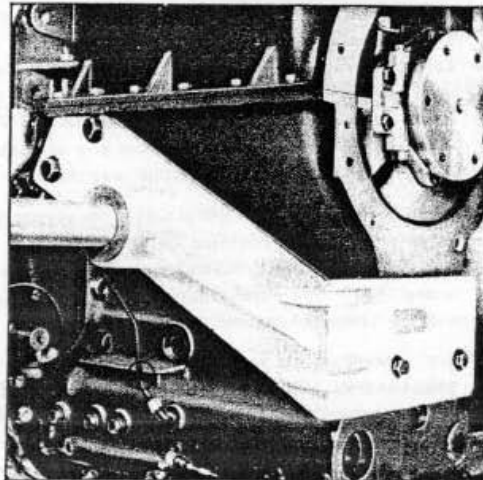

Fig. 29 = Outil de fixation du moteur sur le marbre
6. Boulonner le moteur sur l'outil de support du moteur (Outil N° T6091), comme le montre la Fig. 29. Le moteur et l'outil peuvent alors être positionné normalement sur le marbre (Outil N° 200 ou 35).